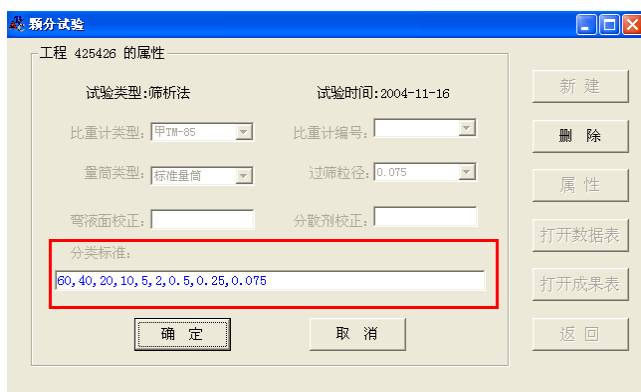

图 3-33 修改属性
(3) “属性”功能可修改某项工程部分试验参数，对比重计类型、比重计编号、量筒类型、散剂校正、弯液面校正等参数修改后，可改变以后输入土样的参数内容。如：修改“分类标准”和“过筛粒径”两项，则本工程所有土样均需按修改后参数重新进行计算并保存。“工程编号”和“试验类型”任何情况下不允许修改。如图 3-33 所示。